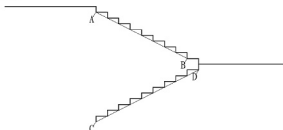

图 4.105 绘制 AB 和 CD 直线
(2) 将**【辅助】**图层关闭，然后用**【直线】**命令绘制 AB 和 CD 直线，结果如图 4.105 所示。